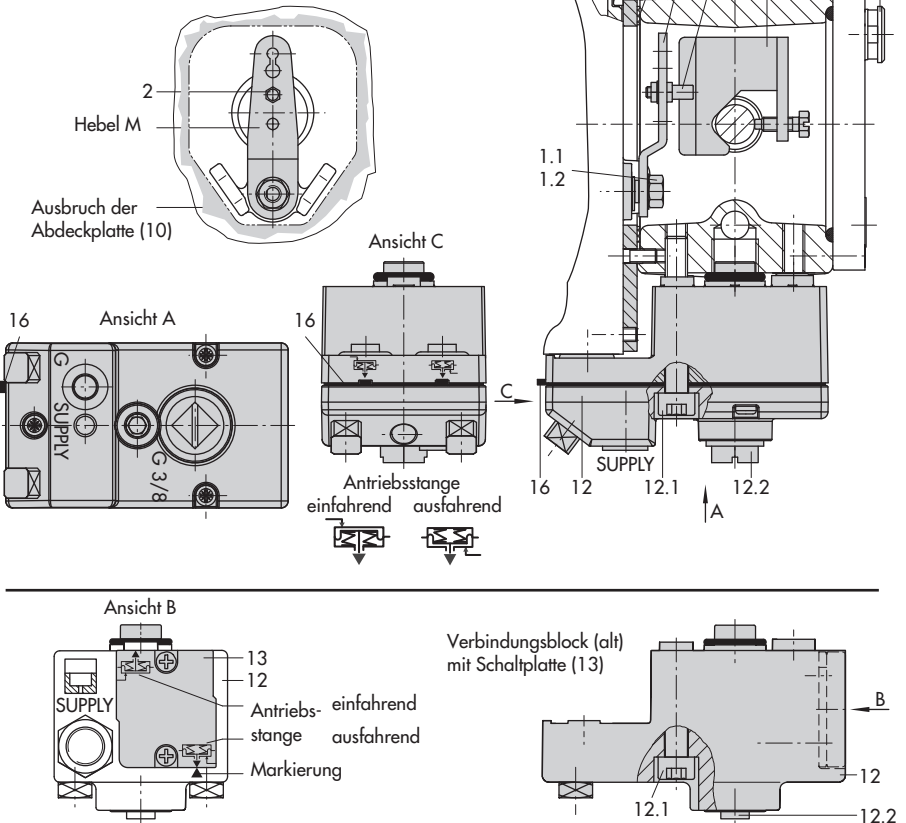

Bild 5 · Direktanbau – Stelldruckanschluss für Antrieb Typ 3277 mit 240, 350 und 700 cm²
Den Stellungsregler wie in Bild 5 dargestellt am Joch montieren. Der Stelldruck wird über den Verbindungsblock (12) auf den Antrieb geführt, bei Sicherheitsstellung „Antriebsstange ausfahrend“ intern über eine Bohrung im Ventiljoch und bei „Antriebsstange einfahrend“ durch eine externe Rohrverbindung.
1. Mitnehmer (3) an die Antriebsstange setzen, ausrichten und so festschrauben, dass die Befestigungsschraube in der Nut der Antriebsstange sitzt.
2. Abdeckplatte (10) mit schmaler Seite des Ausbruches (Bild 5 links) in Richtung zum Stelldruckanschluss befestigen, die aufgeklebte Flachdichtung (14) muss zum Antriebsjoch zeigen.
3. Bei Antrieben mit 355/700 cm² am Hebel **M** (1) auf der Stellungsreglerrückseite den Abtaststift (2) aus Stiftposition **35** lösen und in die Bohrung für Stiftposition **50** umsetzen und verschrauben.
6. Kontrollieren, ob die Zunge der Dichtung (16) seitlich am Verbindungsblock so ausgerichtet ist, dass das Antriebsymbol für „Antriebsstange ausfahrend“ bzw. „Antriebsstange einfahrend“ mit der Ausführung des Antriebes übereinstimmt. Andernfalls müssen die drei Befestigungsschrauben entfernt, die Deckplatte abgehoben und die Dichtung (16) um 180° gedreht wieder eingelegt werden. Beim alten Verbindungsblock (Bild 5 unten) muss die Schaltplatte (13) so gedreht werden, dass das entsprechende Antriebsymbol zur Pfeilmarkierung ausgerichtet ist.
7. Verbindungsblock (12) mit seinen Dichtringen an Stellungsregler und Antriebsjoch ansetzen und mit Befestigungsschraube (12.1) festziehen. Bei Antrieb „Antriebsstange einfahrend“ zusätzlich den Stopfen (12.2) entfernen und die externe Stelldruckleitung montieren.
8. Deckel (11) auf der Gegenseite montieren. Dabei unbedingt darauf achten, dass im eingebauten Zustand des Stellventiles der Entlüftungsstopfen nach unten zeigt, damit evtl. angesammeltes Kondenswasser abfließen kann.